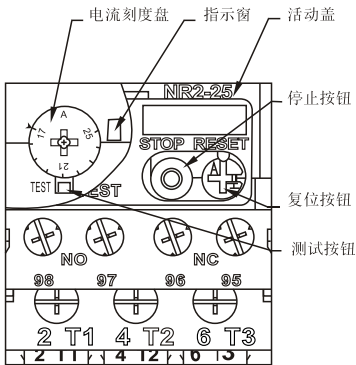

图5 热过载继电器面板布置示意图
测试(TEST)按钮,即可听见触头动作的声音,然后松开,则可听见触头复位的声音(也可用万用表)。如果测试时有卡死现象,必须更换。(见图5)
7.2.3 起动器在出厂时,其热过载继电器的整定电流值均已整定在整定电流范围的最小档。用户若需要选用其它整定电流值,只需要揭开活动盖,用小十字螺丝刀旋转电流刻度盘,使箭头所指电流刻度值与被保护电动机的满载额定电流相一致即可。如需使用刻度之间的电流值,可按比例旋动电流刻度盘定位。如果电动机起动过程中,发现热过载继电器动作,则可将整定电流值稍微增大少许,直至起动器能正常工作为止。(见图5)
7.2.7 起动器中的热过载继电器在出厂时均已调整为手动复位,如需自动复位,用户可自行调节,即轻轻翻开活动盖,用小十字螺丝刀将蓝色复位按钮按住并顺时针旋转90°即可(见图5)